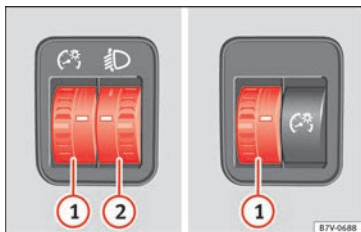

Fig. 141 Ved siden af rattet: regulator til instrument-/kontaktlys ① og til lyslængderegulering ②
① Instrument- og kontaktlys
Når lyset er tændt, kan lysstyrken på instrument- og kontaktlyset reguleres ved at dreje på regulatoren » Fig. 141 ①.
② Lyslængderegulering
Lyslængdereguleringen » Fig. 141 ② tilpasser forlygternes lyskegler trinløst alt efter bilens læs og indstillingsværdien. Således har føreren det bedst mulige udsyn, og den modkørende trafik blændes ikke » Δ.
Drej på regulatoren » Fig. 141 ② for at foretage indstilling: